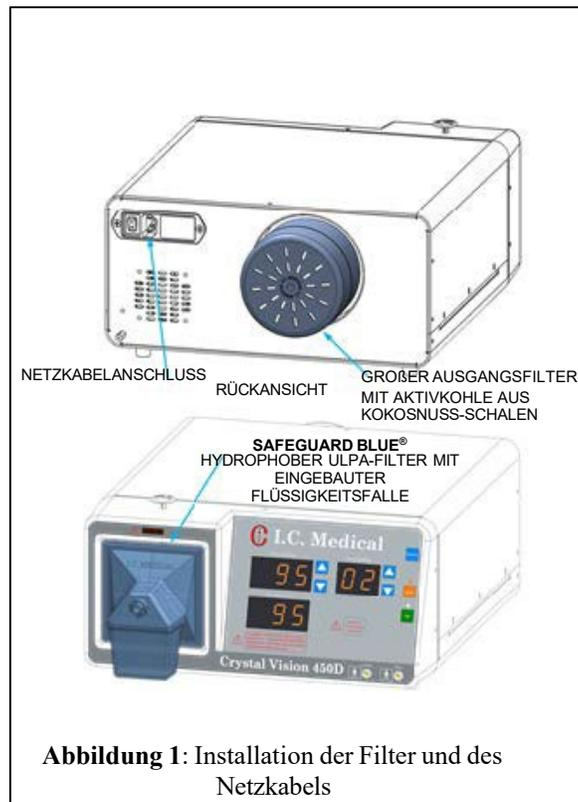

Abbildung 1: Installation der Filter und des Netzkabels
4. Siehe Abbildung 1.
HF-Sensor bei Verwendung mit monopolen Geräten (Abbildung 1; Option 2; Position 1 oder 2):
- HF-Sensor bei Verwendung mit monopolaren Geräten (Abbildung 1; Option 2; Position 1 oder 2):